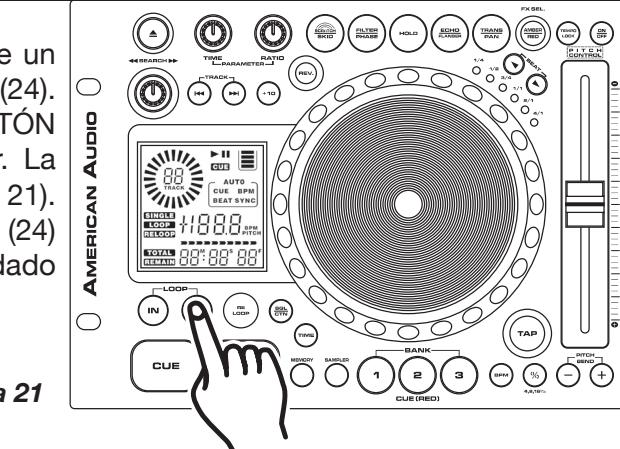

Figura 21
CÓMO ABANDONAR EL EFECTO DE RULO – Para salir de un rulo continuo (SEAMLESS LOOP), presione el BOTÓN OUT (24). Las señales LED correspondientes al BOTÓN IN (25) y al BOTÓN OUT (24) permanecerán encendidas, pero dejarán de titilar. La reproducción de música se reanudará en forma normal (Figura 21). Ambas señales LED del BOTÓN IN (25) y del BOTÓN OUT (24) permanecerán encendidas para indicar que hay un rulo guardado en la memoria.
1) Presione el BOTÓN OUT (24) para volver a la reproducción normal desde el punto de referencia cue del rulo. (Figura 21) Así se saldrá del modo de rulo continuo y se podrá editar el punto de finalización correspondiente.
2) Presione el BOTÓN OUT (24) una vez más cuando llegue a su nuevo punto de finalización (Figura 21).